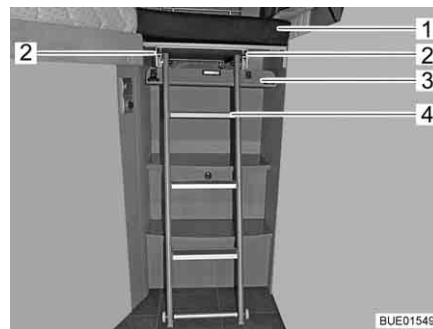

Fig. 138 Rallonge latérale avec échelle de montée
- Faire pivoter le cache (Fig. 138,3) vers le bas. Le cache est maintenu par des fermetures magnétiques.
- Désenclencher l'échelle de montée (Fig. 138,4) et la tirer un peu en dehors des rails (Fig. 138,2).
- Placer le coussin supplémentaire (Fig. 138,1) sur la rallonge latérale de lit.